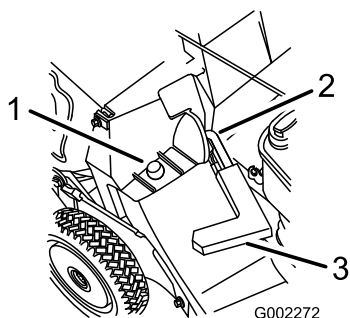

Figure 22
2. Vérifiez que la poignée du volet d'éjection est complètement abaissée vers l'avant et que le goujon est bien engagé dans son logement (Figure 22).
3. Accrochez le cadre du bac par le trou sur l'ergot de retenue situé sur l'éjecteur (Figure 22).
2. Soulevez la poignée du volet d'éjection et poussez-la vers l'avant jusqu'à ce que l'ergot de verrouillage s'engage dans le logement (Figure 22).